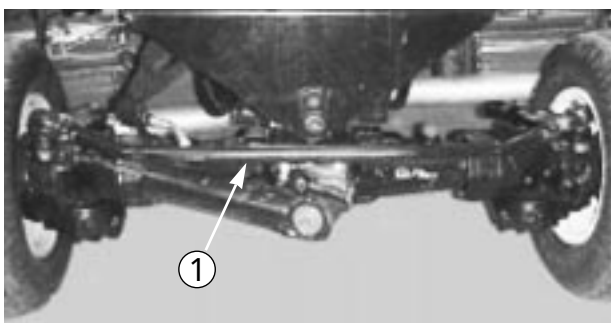

図 70
3. ロッド（図 70）の両端についているクランプをゆるめる。